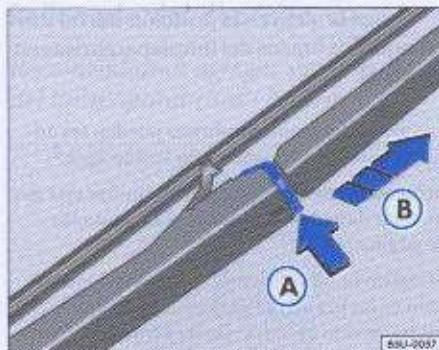

Fig. 116 Sustitución de la aleta del limpiador de la luneta
- Presione la traba de la aleta del limpiador de la luneta → fig. 116, en el sentido de la flecha (A).
- Tire de la aleta del limpiador del cristal → fig. 116, en el sentido de la flecha (B).
- Inserte una aleta nueva **con la misma longitud y de la misma versión** en el brazo del limpiador del cristal, en el sentido contrario al de la flecha (B), hasta oír el "clic" de encaje de la traba.